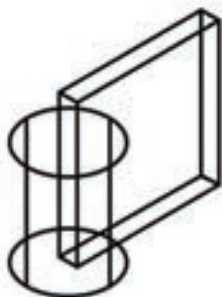

图 9-69 圆柱体和长方体
1) 打开随书光盘“CH9”文件夹中的“BD_并集运算.dwg”文件。在该文件中存在着两个实体模型，即圆柱体和长方体，如图 9-69 所示。